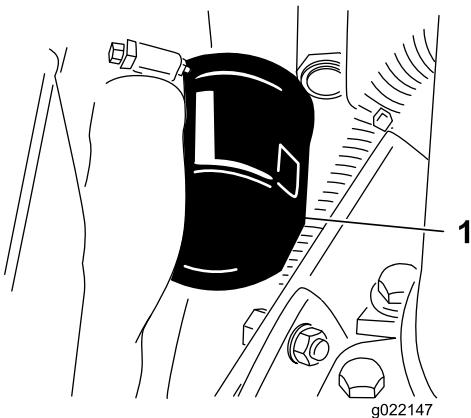

Figura 54
3. Togliete il filtro dell'olio (Figura 54).